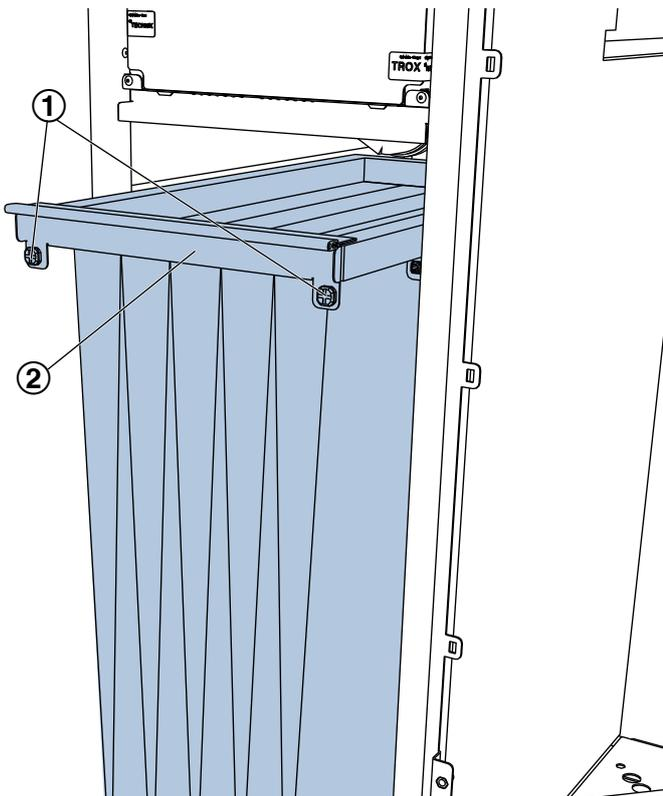

Abb. 15: Außenluftfilter
9. ▶ Schnellverschlüsse ( Abb. 15 /1) öffnen und den Filter ( Abb. 15 /2) am Rahmen aus dem Gerät herausziehen.